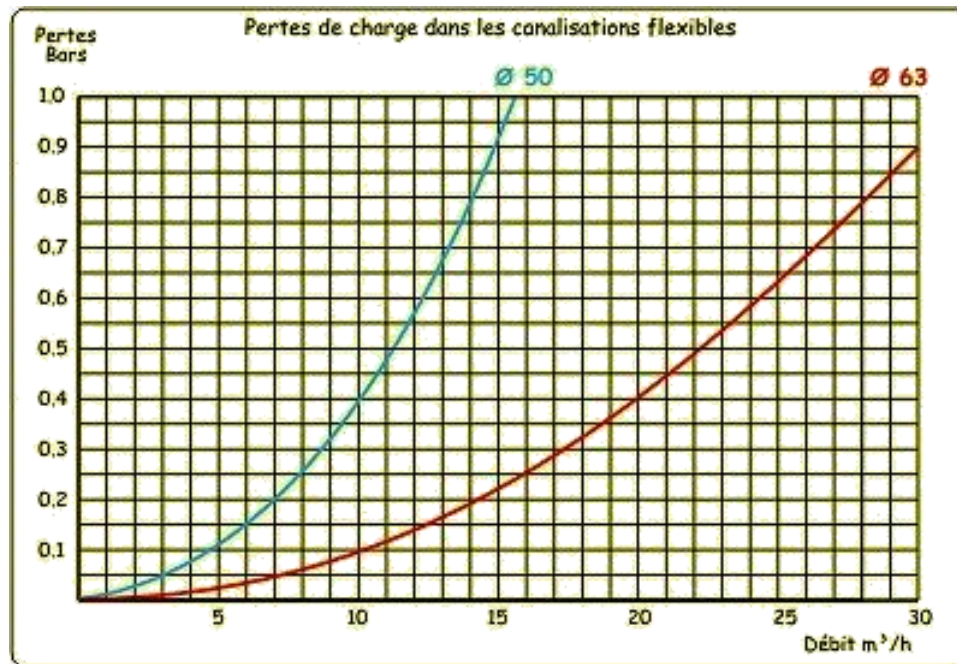

Figure 3. Pertes de charges dans une canalisation de 10m de long.
- 11) La figure 3 donne l'évolution des pertes de charge pour 10m de canalisation en fonction du diamètre et du débit. Expliquer l'unité des pertes de charges. Comment appelle-t-on ce type de pertes de charges ?